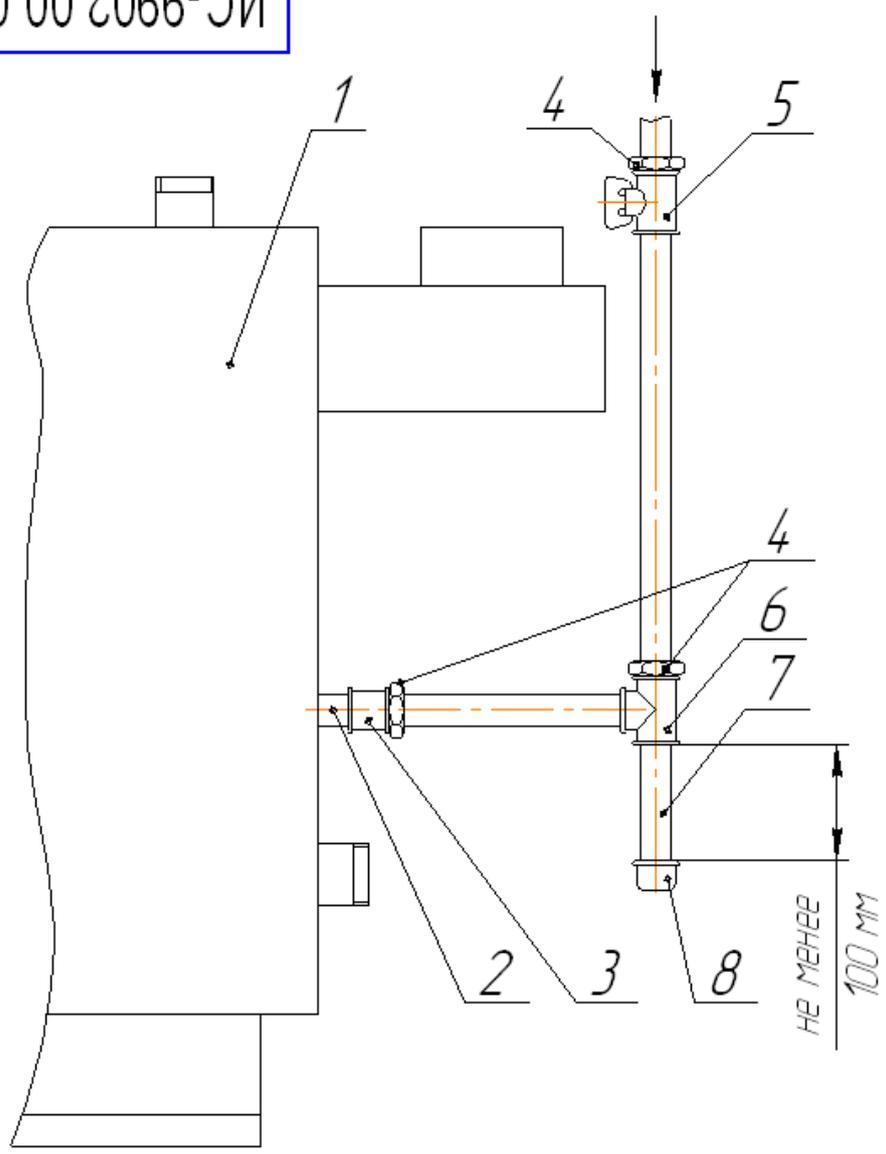

Рис. 8. Схема подсоединения котла к газопроводу.
5.8 На газоподводящей трубе перед котлом обязательно должен быть установлен газовый кран, перекрывающий доступ газа к котлу (см. рис. 8).
5.9 Рекомендуется на входе газопровода в котел устроить ловушку - отстойник (см. рис. 8).